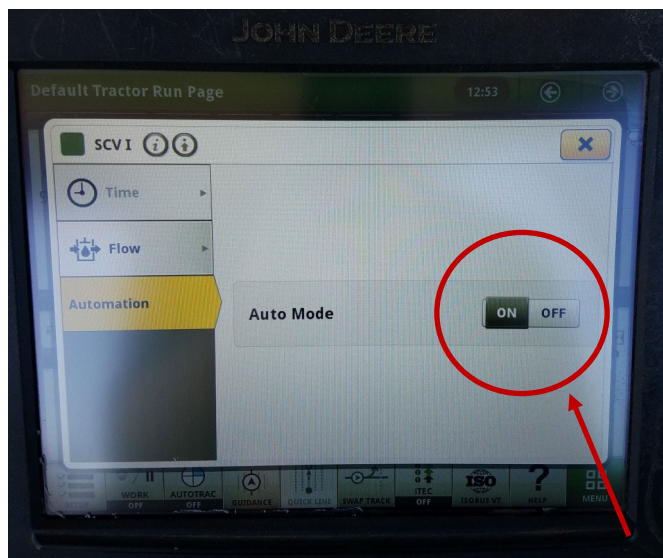

Рисунок 7-45:
4. Убедитесь, что включён режим «AUTO MODE». См. рисунок 7-45.